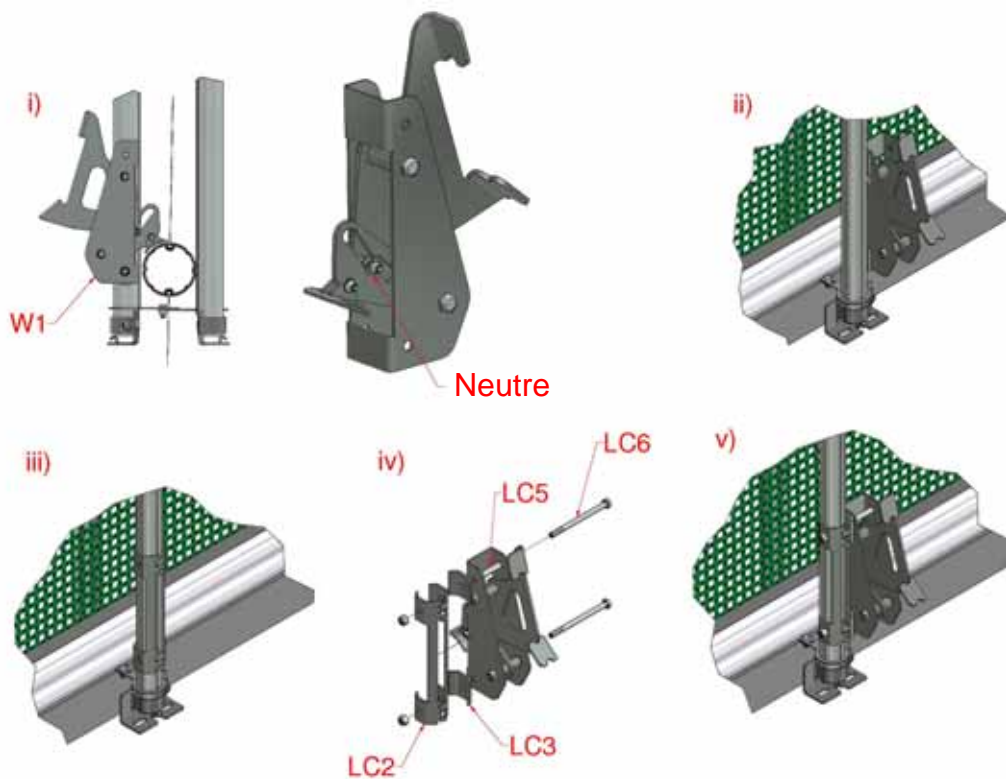

Figure 22 : loquets de verrouillage intermédiaires
- a) Lorsque le loquet est en position neutre, Figure 22(i) (c-à-d. l'enrouleur situé dans la butée du milieu du rail), maintenir le loquet contre le tube de commande externe en appuyant le sabot contre le tube d'enroulement inférieur, et marquer sur le tube l'emplacement des trous de montage, Figure 22(ii).
- b) Poser les deux plaques de serrage contre le tube de commande en plaçant les doigts d'interverrouillage dans la cannelure supérieure du tube, Figure 22(iii). Aligner les trous de montage sur les repères marqués en 5(a) ci-dessus en se servant des plaques de serrage pour serrer, et percer à travers de chaque côté pour y insérer un boulon M10.
- c) Fixer le loquet au tube à l'aide de boulons longs M10x140 mm, en posant les tubes d'écartement à l'intérieur du loquet et les plaques d'écartement entre le loquet et les plaques de serrage, Figure 22(iv).